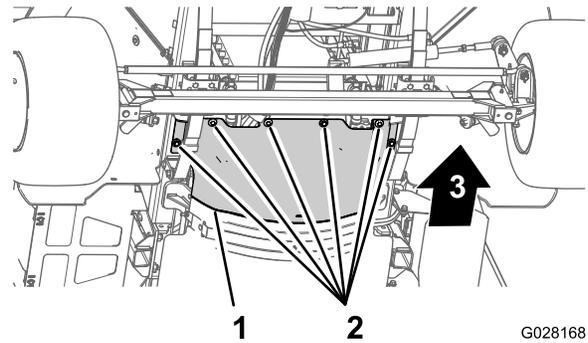

Figura 61
3. Retire los 6 pernos de cabeza hexagonal y las 6 arandelas que sujetan el protector térmico delantero al chasis, y retire el protector (Figura 61).